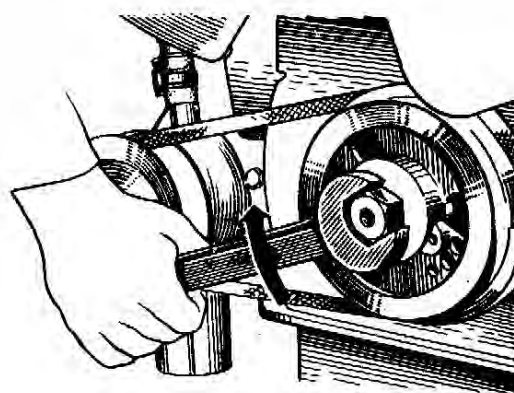

Рис.11.7. Вращение коленчатого вала за болт крепления шкива
4. Вращая коленчатый вал по часовой стрелке (со стороны вентилятора) ключом за болт крепления шкива (рис.11.7) и внимательно наблюдая за движением впускного клапана первого цилиндра установите момент, когда он полностью поднимется (то есть полностью закроется). Проверните коленчатый вал еще примерно на 1/3 оборота. В это время в первом цилиндре происходит такт сжатия, и оба клапана этого цилиндра будут закрыты.
Вращать коленчатый вал можно ключом за болт крепления шкива коленчатого вала (рис. 11.7).